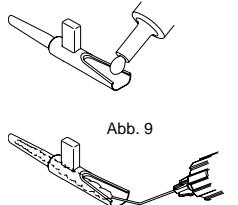

Abb. 9
2. Zunächst die Kartusche mit balancierter Salzlösung und anschließend teilweise mit ca. 0,3 ml viskoelastischem Material vom Typ Methylcellulose füllen und so einen Pfad aus dem Ladebereich heraus schaffen. (Abb. 9)